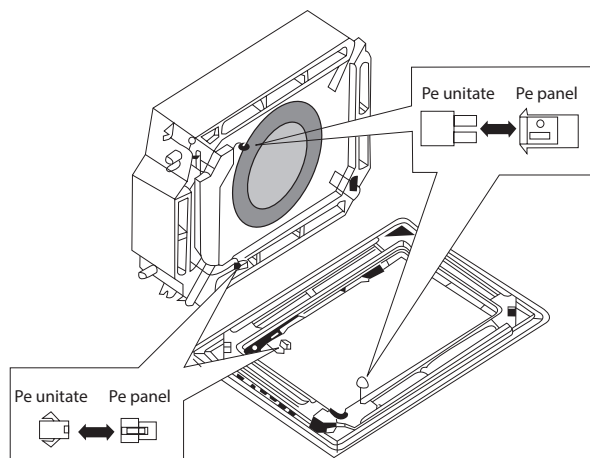

Fig.37
(4). Conectați motorul așa cum se prezintă în Fig. 37.